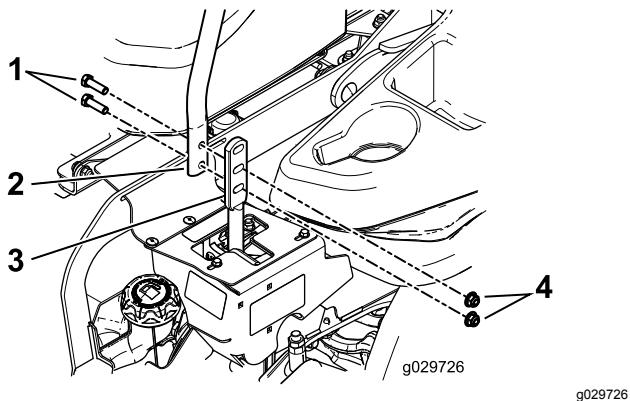

Figure 89
3. Desserrez les boulons et les écrous à embase situés dans les leviers (Figure 89).
4. Réglez l'alignement avant/arrière des leviers en les plaçant simultanément à la position POINT MORT, faites-les coulisser jusqu'à ce qu'ils soient alignés, puis resserrez les boulons (Figure 89).